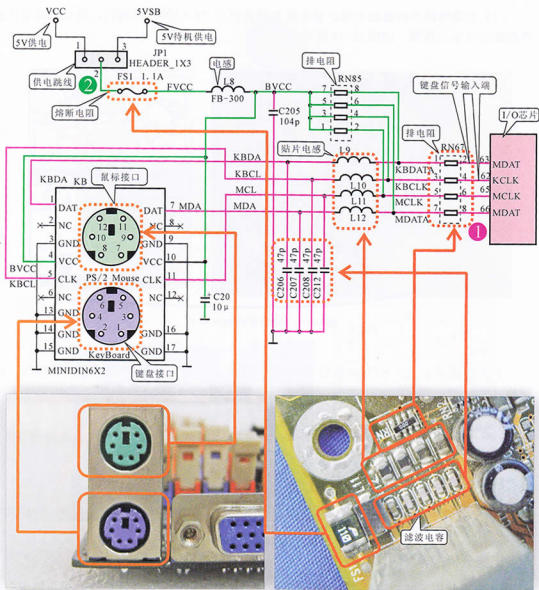

图 19-15 技嘉主板键盘及鼠标电路图
出现此提示的故障,多为键盘/鼠标接口接触不良造成的,在检查并确定键盘自身及接触良好的前提下,出现此故障时,就应对照电路图检测其接口电路部分的重要元器件,如滤波电容、电感、保险电阻等,如图19-15所示。
(1) 若供电正常，接口本身也正常，则推测可能为控制信号线路不良，重点检查该线路中的主要元件，参照图19-15可知，该线路中主要由排电阻RN67、电感器L9~L12等构成的，重点对这些元件进行检测。